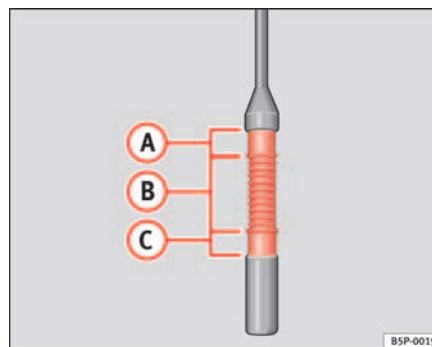

Abb. 120 Ölmesstab.
- Ziehen Sie den Ölmesstab wieder heraus und lesen Sie den Ölstand am unteren Ende des Ölmesstabes ab ⇒ Seite 186, Abb. 120.
Befindet sich der Ölstand im Bereich ⇒ Seite 186, Abb. 120 **(A)**, darf kein Öl nachgefüllt werden.